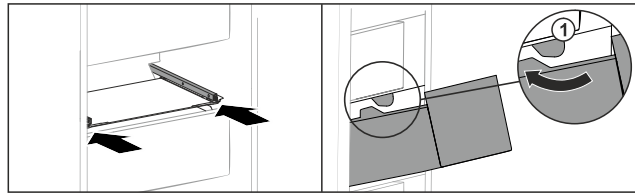

Fig. 151
- Lade rond de stoppers Fig. 151 (1) leiden.